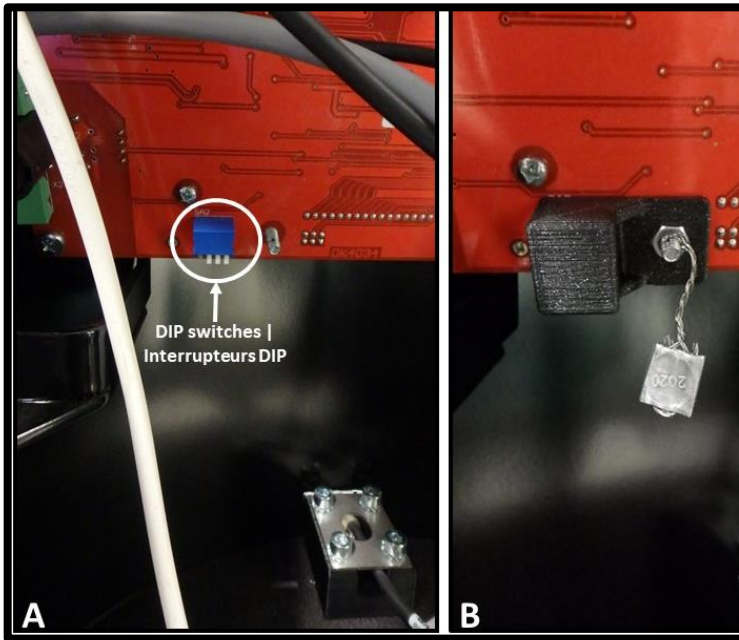

Figure 1: DIP switches before (A) and after (B) sealing |
<p>Displaying totals</p> <p>ADP1/L is set with non-resettable totals for both price and volume amount. In order to display totals:</p> <ul style="list-style-type: none"> <li>• All transaction must be completed.</li> <li>• Press the “+” key on the IR service keyboard to display volume totals (the first line starts with character “U”, the total volume is shown on the second line).</li> <li>• Press the “-” key on the IR service keyboard to display price totals (the first line starts with character “A”, the total price is shown on the second line).</li> <li>• Push the “0” key to exit.</li> </ul> <p>Electronic calibration and dual pulses</p> <p>Modification of the electronic calibration (EC) factor and of the number of pulse channels require activation of the DIP switches (see Figure 1 and Section 10).</p> <p>The EC factor displays on the second line (“EC-”) after leaving the totals, as described in the “Displaying totals” section. The DIP-2 switch must be in the “OFF” position to prevent changes to the EC factor.</p> <p>2-channel pulses must be active at all times. Therefore, the DIP-1 switch must be set on the “ON” position.</p> <p>The DIP switches are located behind each display and are sealed as shown in Figure 1.</p>	<p>Afficher les totaux</p> <p>ADP1/L est programmé en moyen que les totaux de prix et de volume ne peuvent pas être remis à zéro. Pour montrer les totaux :</p> <ul style="list-style-type: none"> <li>• Toutes les transactions doivent être complétées.</li> <li>• Appuyer sur le bouton « + » sur la télécommande à IR pour montrer le total pour le volume (la première ligne commence avec le caractère « U », le volume total est montré sur la deuxième ligne).</li> <li>• Appuyer sur le bouton « - » sur la télécommande à IR pour montrer le total pour le prix (la première ligne commence avec le caractère « A », le prix total est montré sur la deuxième ligne).</li> <li>• Appuyer sur le bouton « 0 » pour sortir.</li> </ul> <p>Étalonnage électronique et impulsions en double</p> <p>Pour le réglage du facteur d’étalonnage électronique et du nombre de canaux à impulsions il faut activer les commutateurs DIP (voir Figure 1 et partie 10).</p> <p>Le facteur d’étalonnage électronique s’affiche sur la deuxième ligne (« EC- ») après avoir sorti les totaux, comme décrits dans la section « Afficher les totaux ». Le commutateur DIP-2 doit être en position « OFF » pour empêcher des changements dans le facteur d’étalonnage électronique.</p> <p>L’option 2 canaux à impulsions doit être active en tout temps. Par conséquent, le commutateur DIP-1 doit être réglé sur la position « ON ».</p> <p>Les commutateurs DIP sont situés à l’arrière de chaque écran et sont scellés comme le montre la Figure 1.</p>